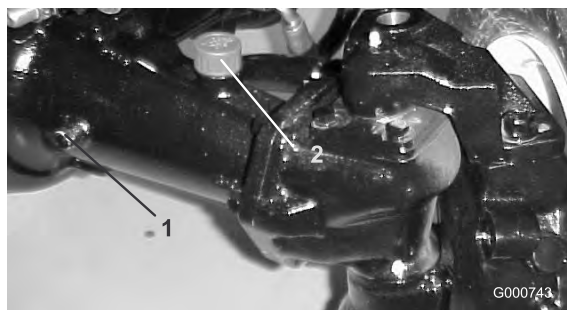

Figure 69
2. Retirez un bouchon de contrôle (Figure 69) à une extrémité du pont et vérifiez si le lubrifiant atteint le bas du trou. Si le niveau est bas, retirez le bouchon de remplissage (Figure 69) et ajoutez une quantité de lubrifiant suffisante pour rectifier le niveau.